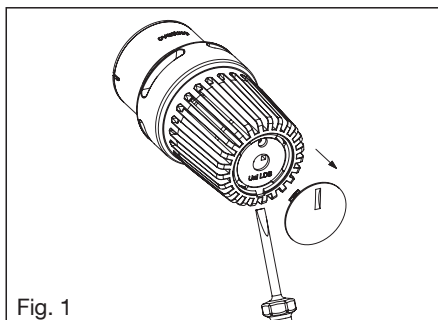

Fig. 1
1. Extraire la pastille frontale (fig. 1) à travers l'encoche de la poignée manuelle à l'aide d'un outil adéquat (par ex. tourne-vis).
1. Extraire la pastille frontale (fig. 1) à travers d'encoche de la poignée manuelle à l'aide d'un outil adéquat (par ex. tourne-vis).